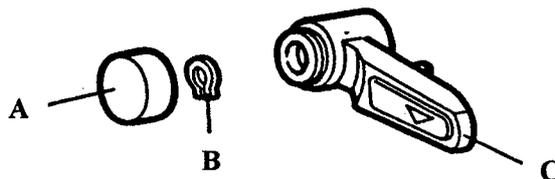

fig. 27
**H1018, H1030 models (fig. 27).** Remove the door lock plug (A), using a screwdriver.
**Modelos H1018, H1030 (fig. 27).** Desmontar el tapón (A) de la empuñadura de cierre, ayudándose con un destornillador.
**Modèles H1018, H1030 (fig. 27).** Démontez le bouchon (A) de la poignée de fermeture, à l'aide d'un tournevis.